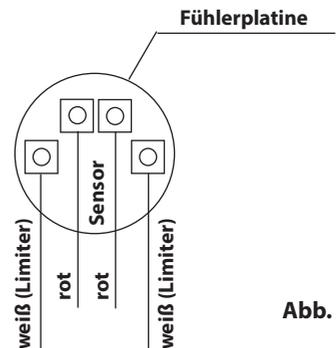

Abb. 9
4. Die Leitungen für den Temperaturföhler (rot) gemäß Abb. 9 an der Föhlerplatine anklammern: Die Föhlerplatine anschließend in das Gehäuse einrasten.